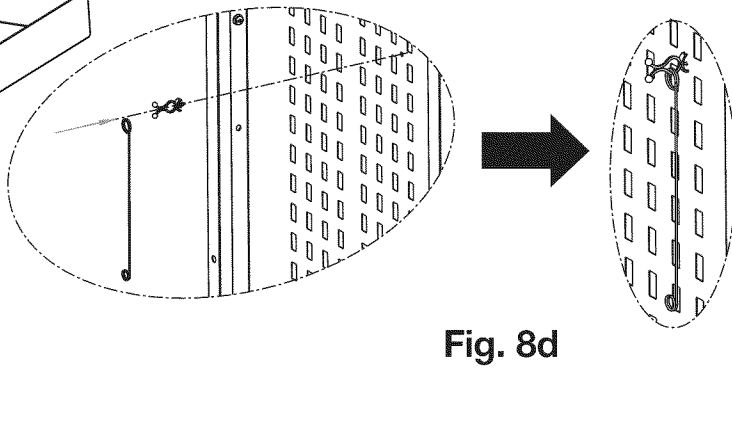

Fig. 8d
4. Introduzca el nudo de nylon en el orificio del panel lateral, luego coloque el portacerillos dentro de él y captúrelo como puede verse en la **Fig. 8d**.